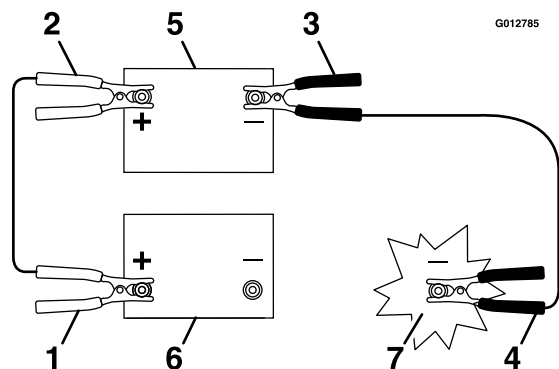

Рисунок 65
5. Подсоедините положительный (+) кабель к положительной (+) клемме разряженной аккумуляторной батареи, которая соединена со стартером или электромагнитом, как показано на Рисунок 65.